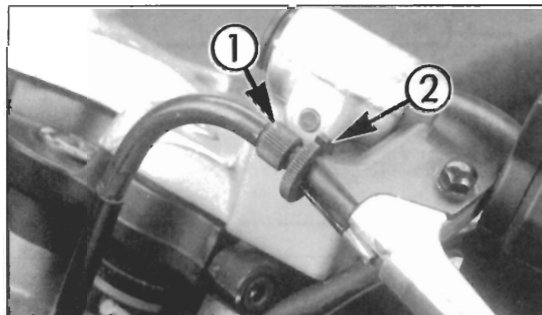

Bild 54
- Korrekturen mit Einstellschraube ① am Kupplungsseilzug nach Lösen der Gegenmutter ② vornehmen (Bild 54).